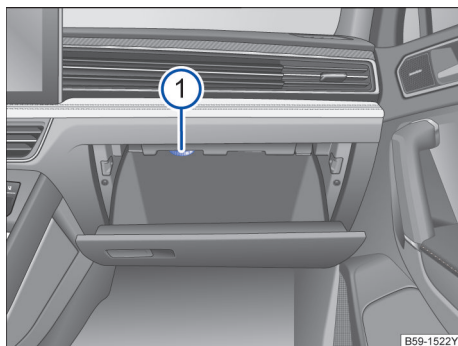

图 185 在仪表板内：副驾驶员侧的储物盒已打开
配备有出风口的储物盒→图 185①，当空调制冷设备打开时冷风可通过此出风口吹入储物盒内。可根据实际需求转动此出风口，调节出风口大小或关闭出风口。